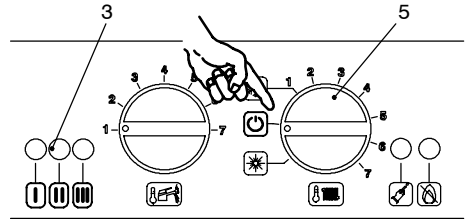

fig. 6.5
- 19 Spegnerla caldaia portando il selettore 5 sulla posizione "⊗" fig. 6.5